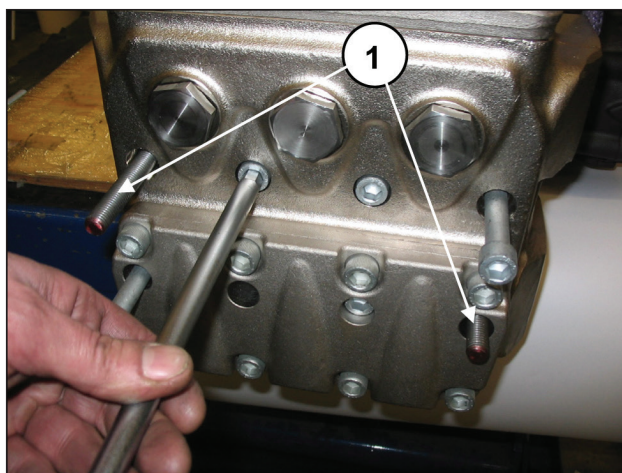

Fig. 42
- Dévisser les deux vis extérieures de fixation de la culasse M12x160 et les remplacer par deux barres filetées M12 (Fig. 42, rep. ①) pour éviter d'endommager les pistons. Déposer ensuite les vis restantes.